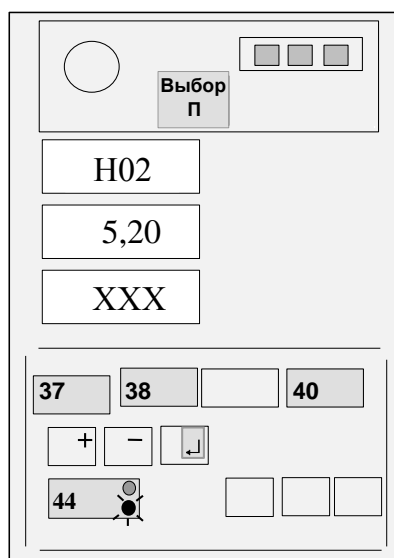

Рисунок 13
Нажимая кнопку ВЫБОР "П" (36), установить на верхнем ИЖЦ код "H02" (индикация вылета стрелы, - см. рисунок 13).
Изменяя положение датчика угла наклона стрелы (ДУГМ), добиться отображения на среднем ИЖЦ значения вылета, указанного в правом столбце таблицы 5 (см. рисунок 13) для установленного значения вылета по рулетке.